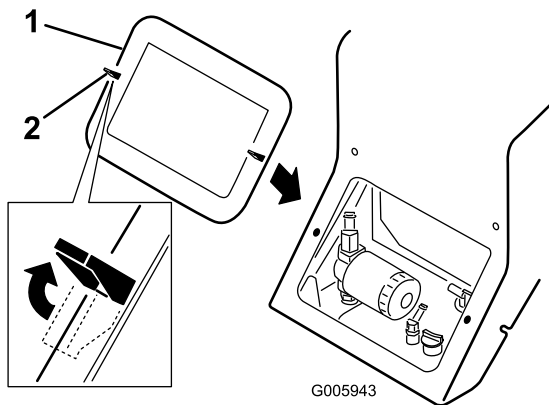

Figura 25
3. Abra las dos pestañas de cierre (Figura 25, pestaña superior izquierda ilustrada.)